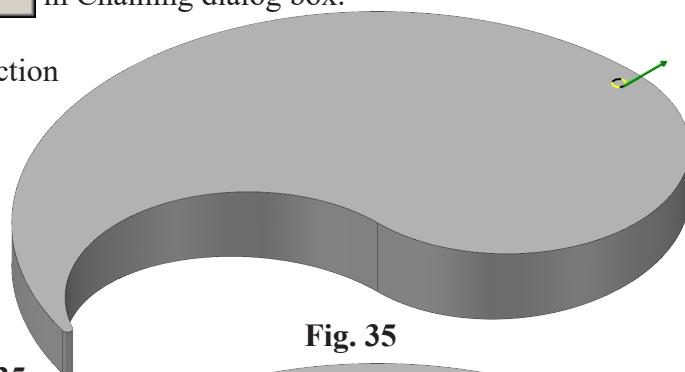

Fig. 35
- Step 3. Chain circle, Fig. 35.